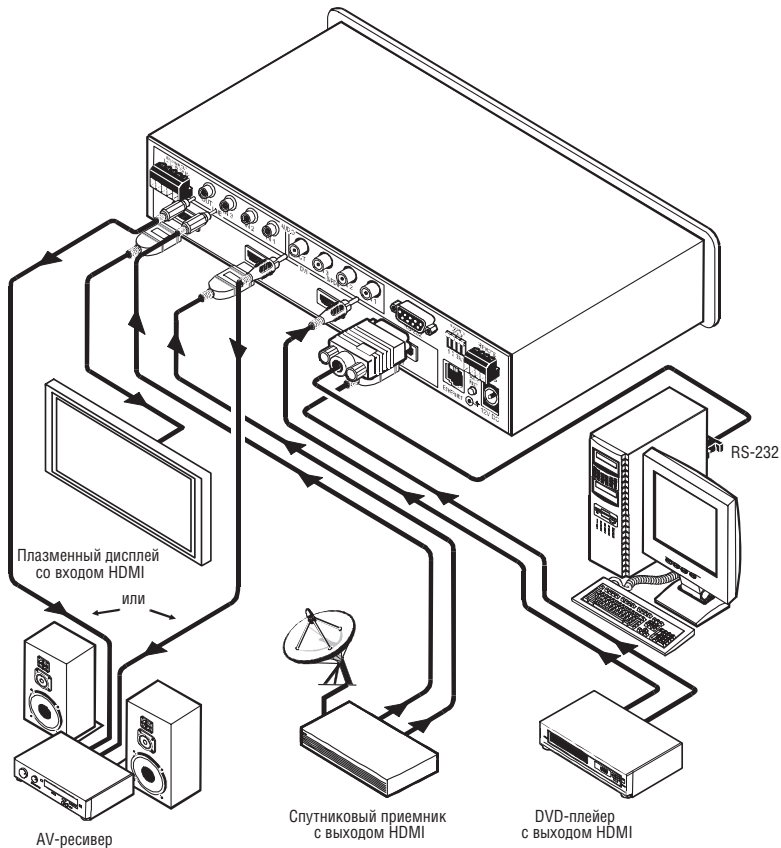

Рис. 2. Подключение источников и приемников сигнала к VS-311H
Подключение источников и приемников сигнала к **VS-311H** иллюстрирует пример на рис. 2.
8. При необходимости подключите ключи дистанционного управления (не показаны на рис. 2, см. раздел 5.2).
9. Подключите выход источника питания к разъему питания *12V DC*, а источник питания вставьте в розетку электросети (не показано на рис. 2).